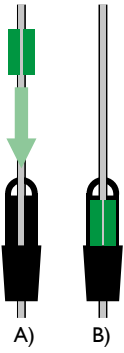

Abbildung 1. Kabelgewichte und Befestigungsschleife werden mit einem Spannkeil am Kabel befestigt (A-B).
- Wenn die Flüssigkeit dickflüssig ist oder seitliche Bewegungen des Schwimmkörpers eher unerwünscht sind, empfehlen wir den Einsatz von größeren Kabelgewichten, die wir auf Wunsch mitliefern können. Die Gewichte werden mit einem Spankeil am Kabel befestigt (Abb. 1 **viereisellä sivulla**).